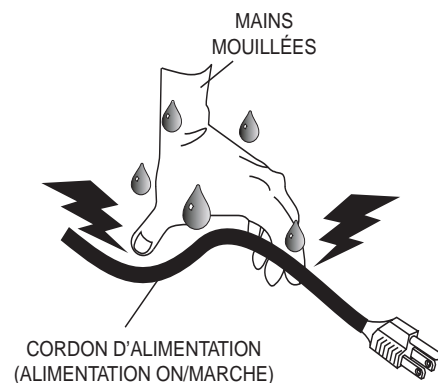

**Figure 9. Pompe submersible en position verticale (Incorrect)**
2. S'assurer de toujours placer la pompe en position verticale, non pas inclinée (Figure 9). Ne jamais positionner la pompe directement sur un fond souple et meuble. Ne pas oublier, pour obtenir une capacité de pompage maximum et éviter une usure excessive, de positionner la pompe de manière à ce qu'elle ne s'enfonce pas dans le sable ou l'argile.